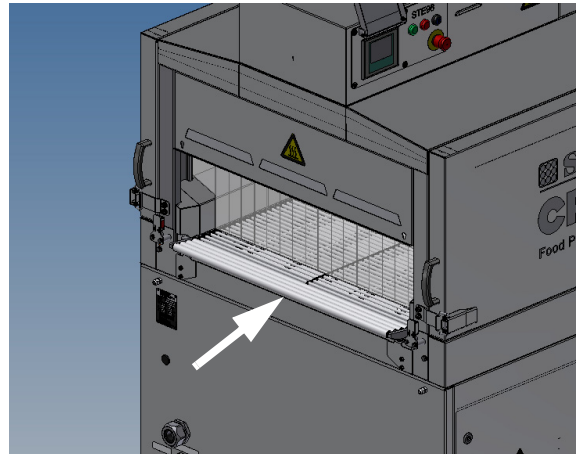

Рис. 4.4, Мягкие ролики на участках загрузки и разгрузки
- Мягкие ролики на участках загрузки и разгрузки (см. рис. 4-4)